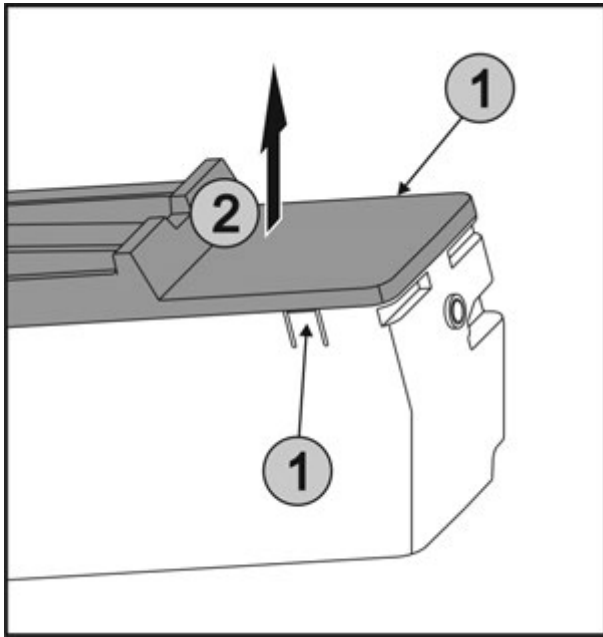

Fig. 48
- ▶ Накладки Fig. 48 (1) з обох боків EasyTwist-Ice натиснути одночасно і кришку Fig. 48 (2) вийняти рухом вгору.